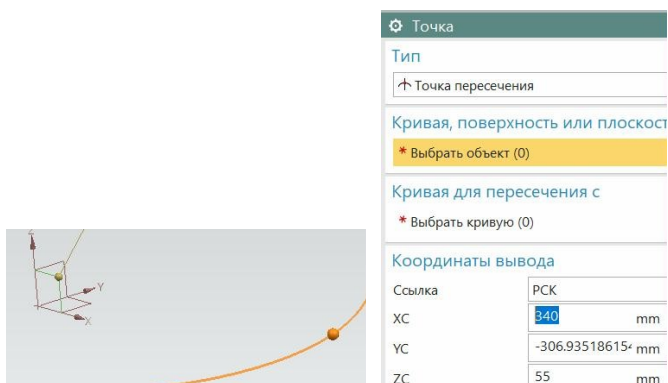

Рис.50
- **Стандартной плоскостью** (рис.50)